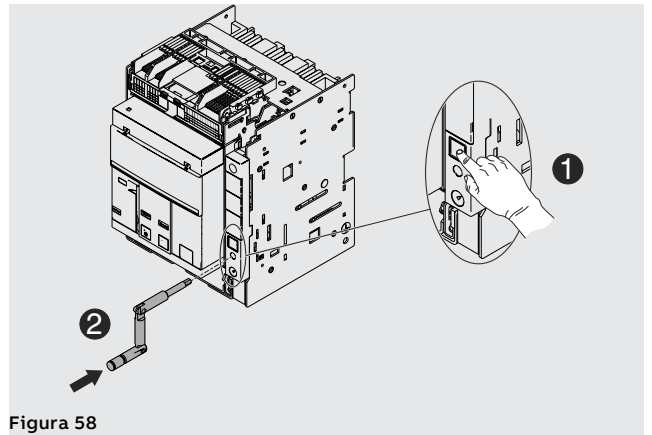

Figura 58
5. Apretar el pulsador de bloqueo e introducir la manivela en la parte móvil. En esta fase la parte móvil está aún en posición **DISCONNECT**. Véase Figura 58.